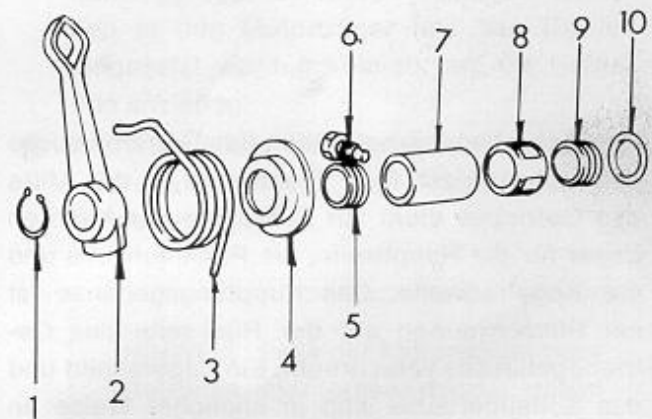

Bild 59
- Unter Bezug auf Bild 59 den Sprengring (1) vom Ende der Welle entfernen.
Der Einbau geschieht in umgekehrter Reihenfolge wie der Ausbau. Darauf achten, daß alle Teile, wie in Bild 59 gezeigt, in der richtigen Reihenfolge montiert werden. Die Lagerbefestigungsschraube vorschriftsmäßig in das Loch der Lagerbüchse einsetzen.